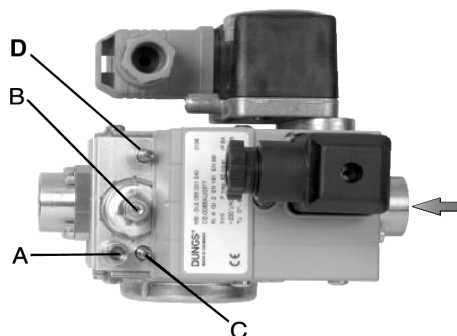
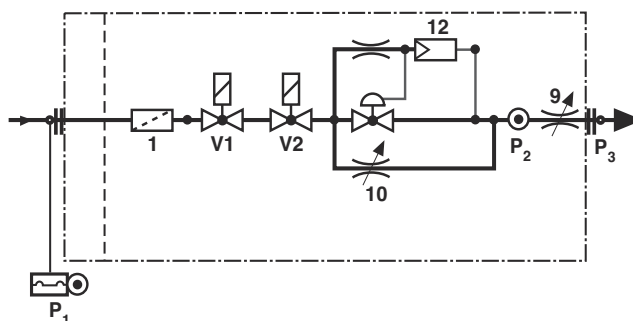

Fig. 8 -DUNGS MBC 65-DLE
Fig. 9
A. Toma de presión P2 (Fig. 8) antes de la válvula D
C. válvula de encendido (n.10 in Fig. 8)
D. válvula de caudal máximo (Nº 9 en Fig. 8)
- 1 desenroscar el tornillo **A** (Fig. 8) de la toma de presión y conectar el manómetro;
- 2 configurar al mínimo el regulador de presión, girando el tornillo de regulación **B** (Fig. 8) en sentido antihorario;
- 3 poner en funcionamiento el quemador; regular la llama durante la fase de encendido utilizando la derivación (by-pass) **C** (véase Nº 10 en Fig. 9). Girando en sentido horario, el caudal del gas disminuye, mientras que girando en sentido antihorario aumenta. Se recomienda no excederse en el caudal de encendido, ya que se podría perjudicar la eficiencia del estabilizador **B** (Fig. 8).
Intervenir en el regulador de presión hasta alcanzar el caudal deseado, mediante el tornillo de regulación **B** (Fig. 8): para aumentar el caudal, girar el tornillo en sentido horario, para reducirlo, girar el tornillo en sentido antihorario.
La válvula de regulación D del reductor de la cantidad del gas principal ha sido abierta por completo en fábrica: no se debe modificar la posición de la misma. Después de haber realizado todas las regulaciones, retirar el manómetro y volver a enroscar el tornillo de cierre A (Fig. 8) en la toma para el manómetro.